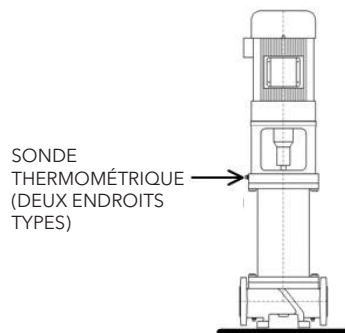

Figure 7 — Position des sondes thermométriques
8. La position appropriée des sondes thermométriques est sur l'un des orifices du haut de l'enveloppe extérieure (fig. 7), fermés en usine par un bouchon.